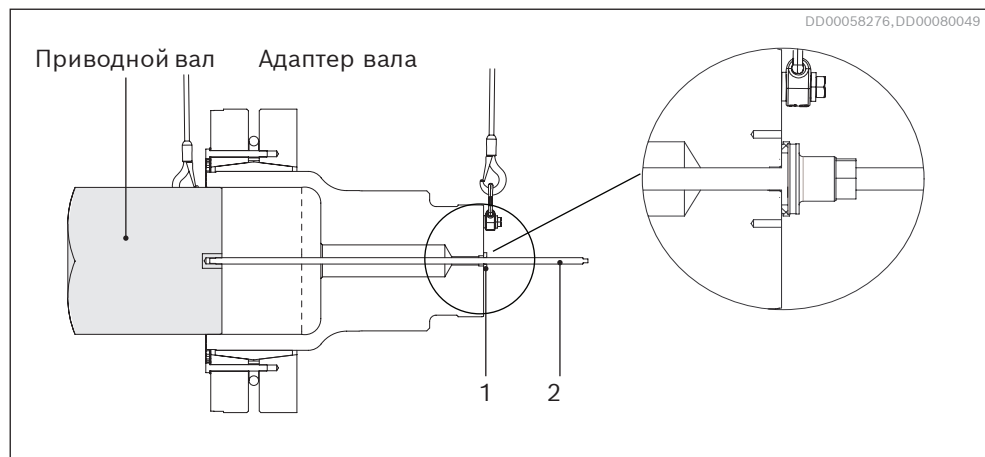

Рис. 41. Монтаж адаптера вала на приводном валу с использованием оправки.
4. Пропустите оправку через центральное отверстие адаптера вала и вкрутите ее в отверстие приводного вала, используя четырехгранный конец оправки, см. Рис. 41